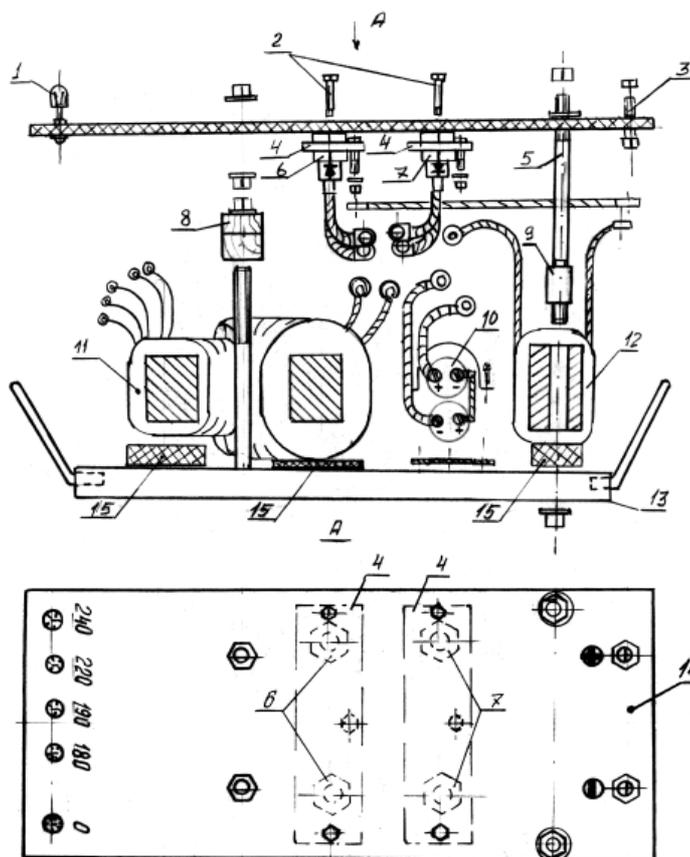

рис. 7
1. Размеры и расположение элементов конструкции (рис.4-7) уточнить после изготовления трансформатора, дросселя и наличия имеющихся материалов. На рис.4 показана конструкция дросселя, на рис.5 - каркаса, на рис.6 - распорки, на рис.7 - внешний вид корпуса с расположением внутри него элементов конструкции, где 1 - гайка М4 с изоляционной головкой, 2 - болт М6 для крепления вентиля, 3 - болт М10 (зажимы сварочной цепи), 4 - сборная шина 60х4 мм (Al или Cu), 5 - шпилька М10, 6 - вентиль В200 (V1, V3), 7 - вентиль ВЛ200 (V2 V4), 8 - распорка, 9 - трубка Ø20, 10 - сборка конденсаторов, 11 - силовой трансформатор, 12 - дроссель, 13 - каркас, 14 - плата изоляционная (текстолит, гетинакс, стеклотекстолит толщиной 8...12 мм), 15 - прокладки изоляционные выравнивающие (текстолит, картон и пр.).